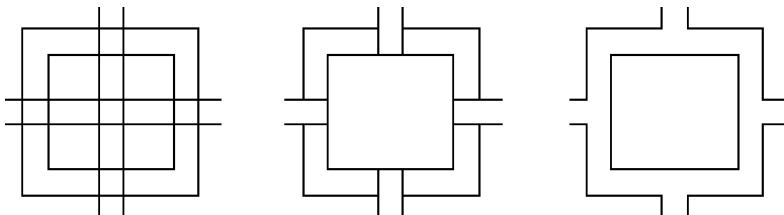

图 6-19 剪切命令示例
(3) **【投影 (P)】**: 用于执行三维空间中的修剪。选择该选项,命令行会提示 **【输入“投影 (P)”选项[无(N)/UCS(U)/视图(V)] < UCS > :】**。
(4) **【边 (E)】**: 用来确定延伸的方式。选择该选项,命令会提示 **【输入隐含边延伸模式[延伸(E)/不延伸(N)] < 不延伸 > :】**。
**【不延伸】**: 表示按实际位置、长度进行剪切,未相交的边不会产生剪切效果。如图 6-19 所示。